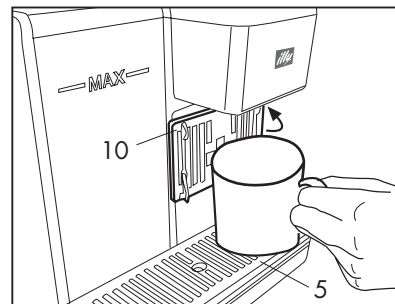

Abb. 6
- Stellen Sie sicher, dass keine Kapsel eingesetzt wurde und schalten Sie das Gerät über den Hauptschalter ein. (2)
- Heben Sie die Halter für die kleine Tasse (10) an und stellen Sie eine große Tasse auf das Gitter (5). **(Abb. 6)**